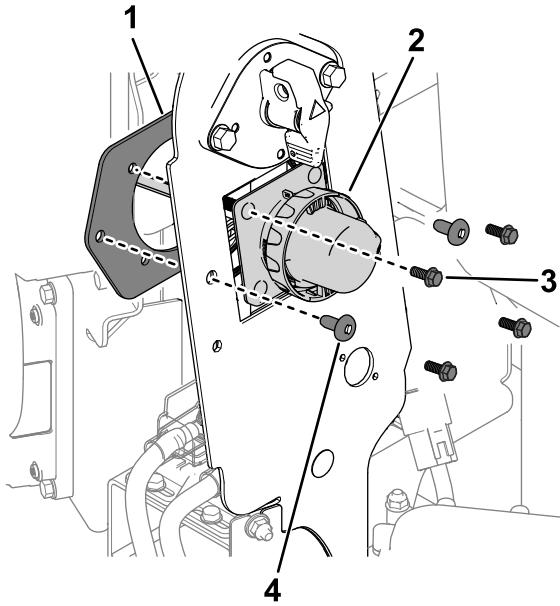

Figura 2
2. Remova as ferragens que prendem o conector do carregador e a placa do conector ao painel da estrutura (Figura 2).